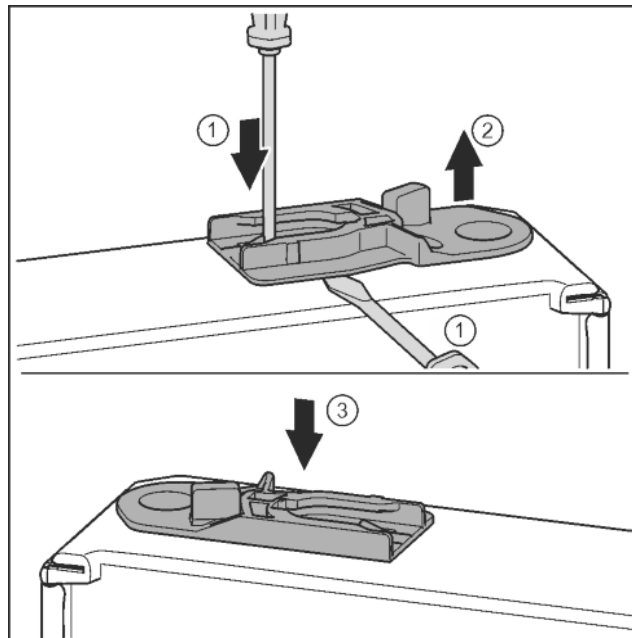

Fig. 37
- ▶ Wyjąć tuleję prowadzącą: Nakładkę wcisnąć przy pomocy śrubokręta i jednocześnie przesunąć śrubokrętem po tuleję prowadzącą. *Fig. 37 (1, 2)*
- ▶ Tuleję prowadzącą, objętą zakresem dostawy wsunąć po drugiej stronie obudowy. *Fig. 37 (3)*